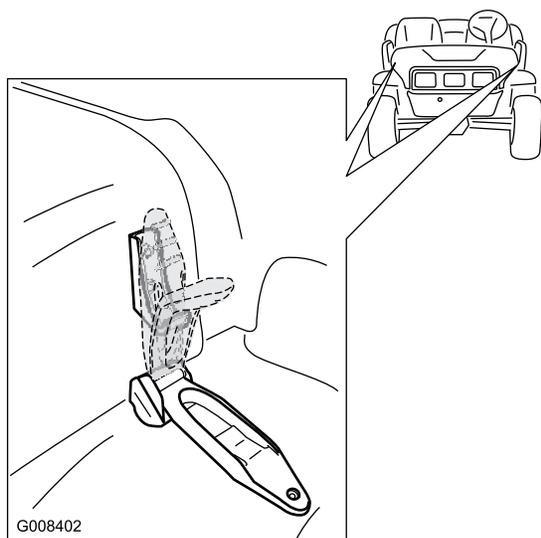

Bild 19
1. Lösen Sie die Gummiriemen an beiden Seiten der Motorhaube (Bild 19).